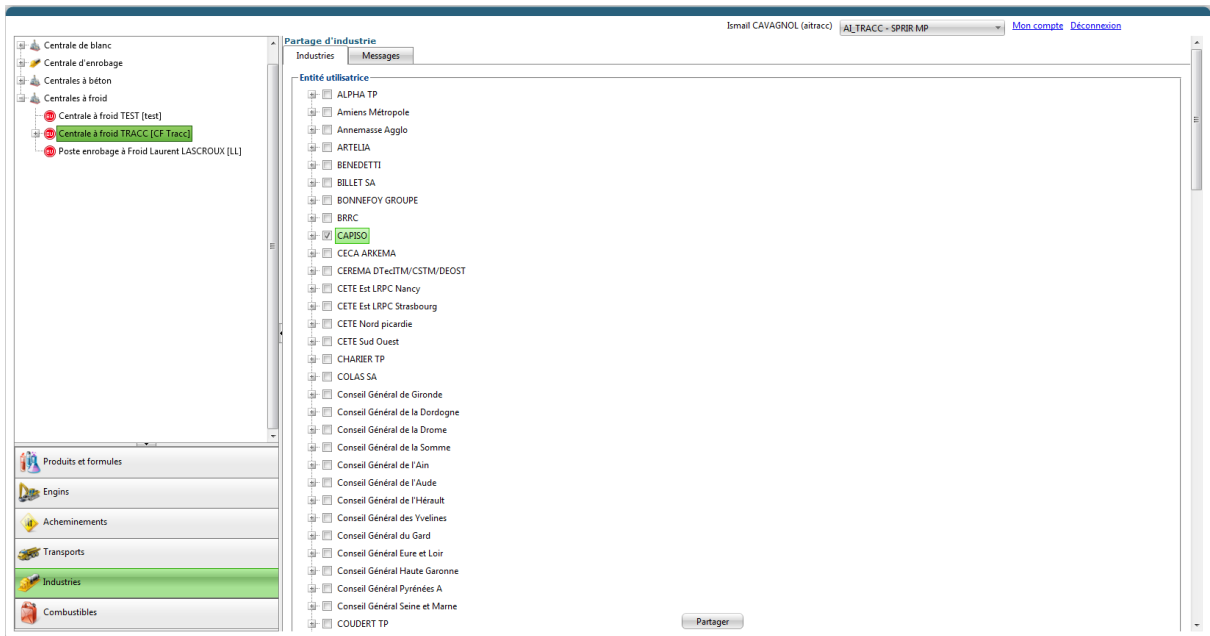

Figure 42 – Partage d'une Industrie
- 1- Cliquer sur l'onglet « Industries » (Figure 42)